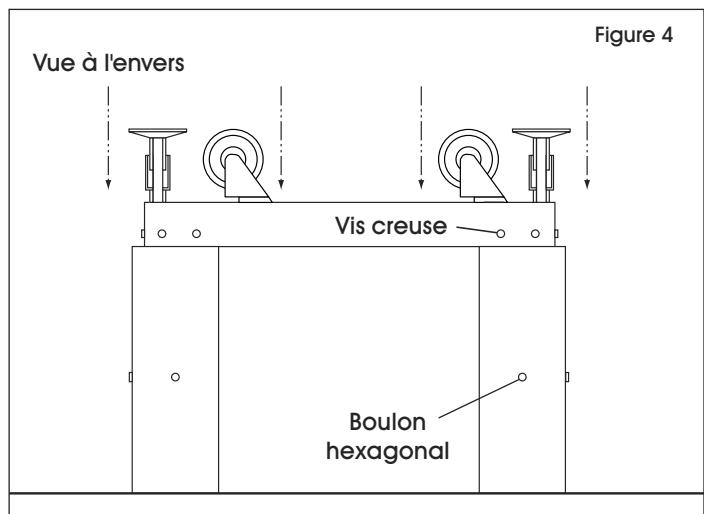

Figure 4
4. Vissez les pieds dans les trous filetés sous la tablette. Insérez les roulettes dans l'encastrement de nylon près des pieds. (Voir Figure 4)